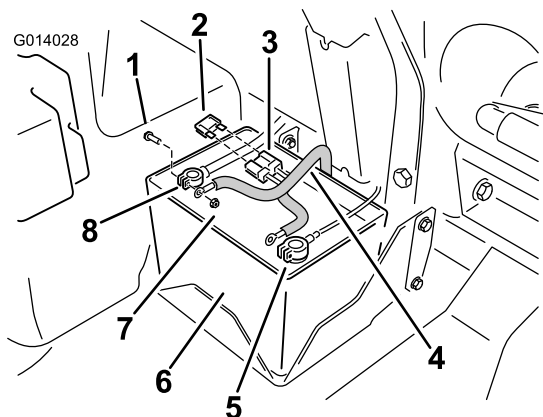

図 17
4. ハーネスについている赤いリング端子を、赤いバッテリー・ケーブルの端子に接続する（図 17）。
5. 黒色のリング端子をバッテリーのマイナス端子に接続する（図 17）。
8. バッテリーに戻り、ハーネスのコネクタにヒューズを取り付ける（図 17）。